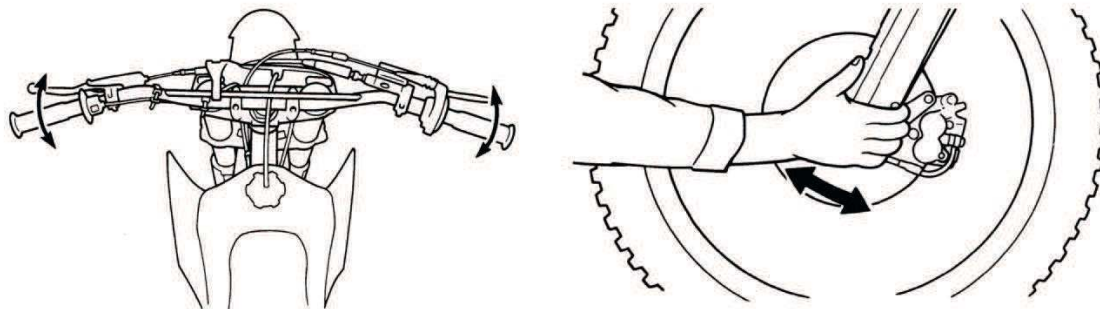

Рисунок 5. Проверка рулевой колонки.
1. Встаньте перед мотоциклом. Возьмитесь за вилку (в районе передней оси) и потяните вилку по направлению к двигателю и обратно несколько раз (см. рисунок 5). Если подшипники изношены, вы почувствуете люфт или даже услышите щелчок / глухой удар.